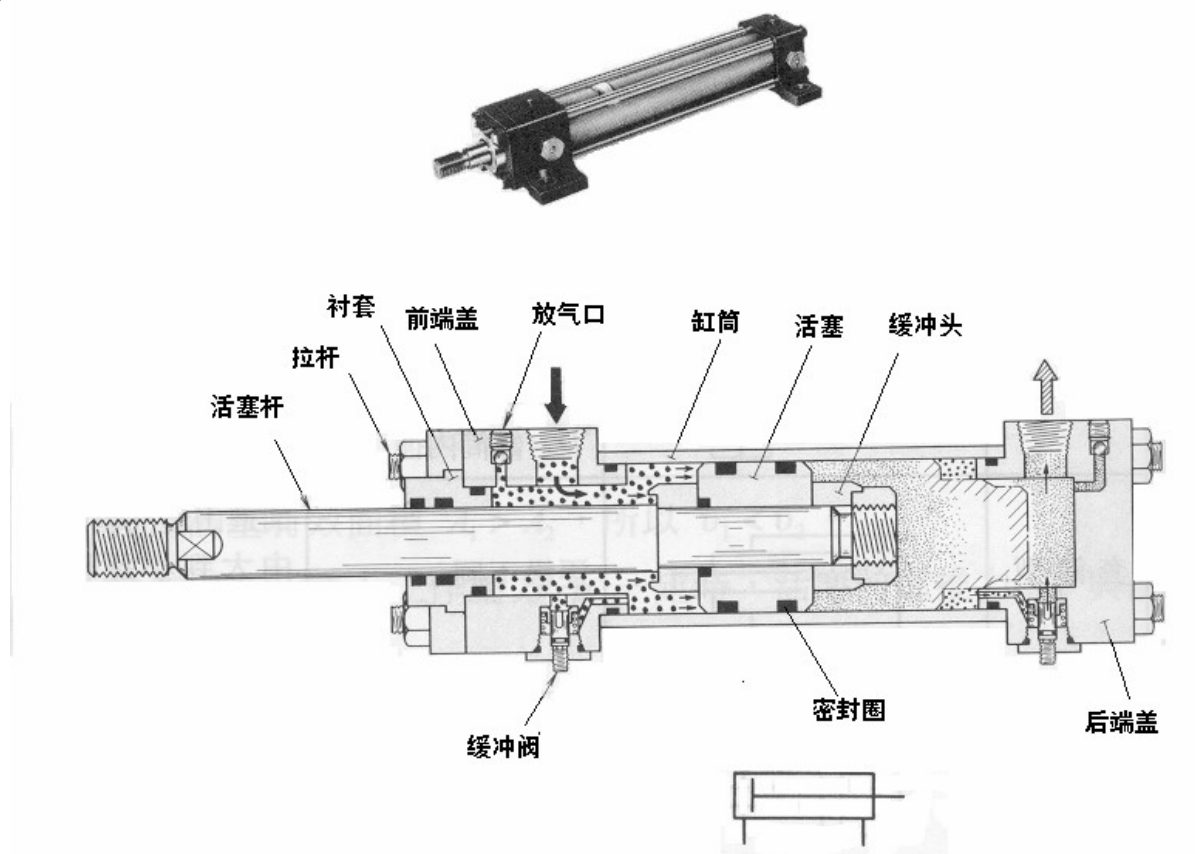

图3—3 液压缸结构
2、**液压缸结构：**图3—3为液压缸结构图，选用液压缸时，首先考虑活塞杆长度（由行程决定），再根据回路的最高压力选出适合的液压缸。